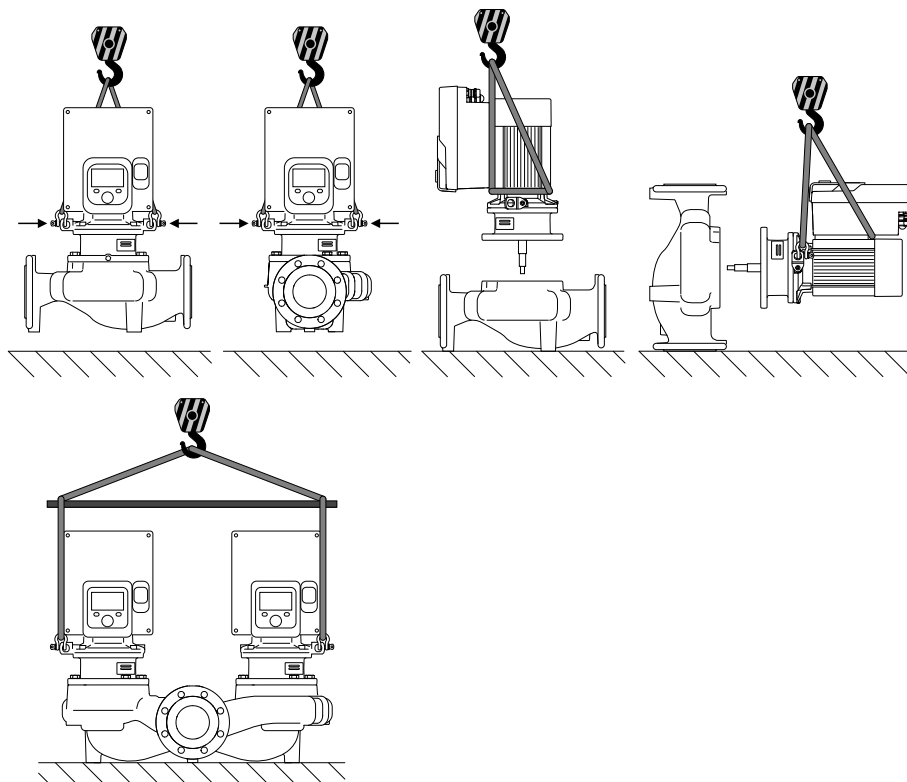

Fig. 6: Kierunek podnoszenia
Pompę należy transportować, korzystając z dopuszczonych zawiesi (np. wielokrążka, żurawia itp.). Zawiesia należy zamocować do uchwytów transportowych znajdujących się na kołnierzu silnika. Pętle do podnoszenia, jeżeli to konieczne, wsunąć pod płytę adaptacyjną (Fig. 6).
2. W celu zabezpieczenia należy zamocować głowicę silnika (Fig. 4) za pomocą odpowiednich urządzeń wciągających w uchwytach transportowych. Aby jednostka nie wywróciła się, należy ułożyć wokół niej pętlę z pasa według Fig. 6 obejmującą silnik i adapter modułu elektronicznego. Podczas mocowania unikać uszkodzenia modułu elektronicznego.